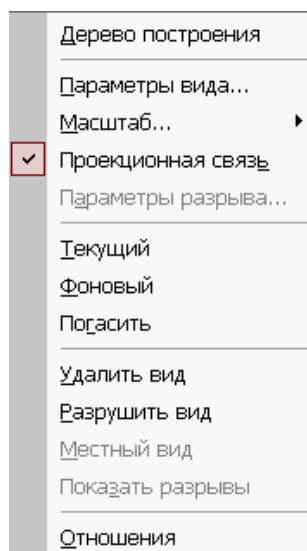
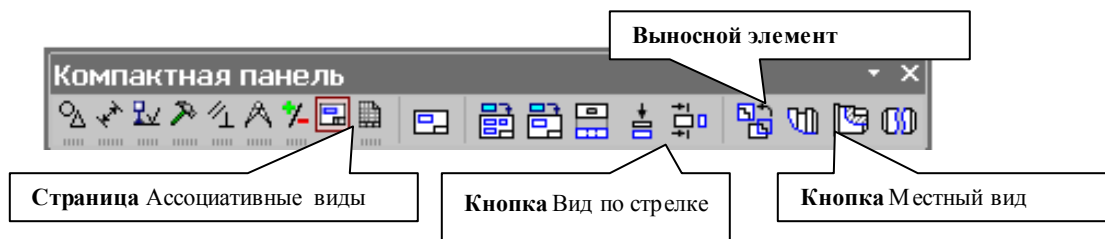

Рис. 97 Контекстное меню редактирования вида
Рис.99 Кнопки панели Ассоциативные виды
2. Щелкнуть правой клавишей мыши внутри габаритной рамки для вызова контекстного меню (рис.97).
3. Построим ассоциативный вид по стрелке с помощью кнопки Вид по стрелке, расположенной на странице Ассоциативные виды (рис.99).
3. С помощью кнопки  Местный вид на странице Ассоциативные виды (рис.99) строим местный вид, для которого можно выбрать свой масштаб, например, 2:1 с помощью контекстного меню редактирования вида (рис.97), которое вызывается щелчком правой кнопкой мыши на выделенном виде. При изменении масштаба следует изменить обозначение местного вида: A (2:1).
2. С помощью кнопки  Выносной элемент на панели Ассоциативные виды (рис.99) строим выносной элемент. Масштаб увеличения выбирается из одноименного окна на панели Параметры (рис.105).